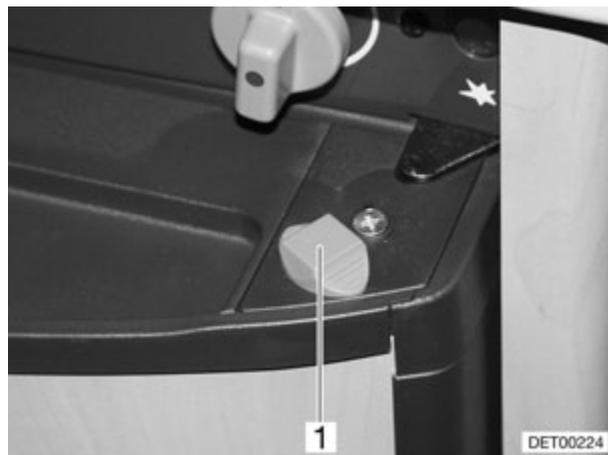

Fig. 156 Dispositif de verrouillage de la porte du réfrigérateur, fermé (variante 2)
- Tourner le dispositif de verrouillage (Fig. 156,1) vers l'extérieur.